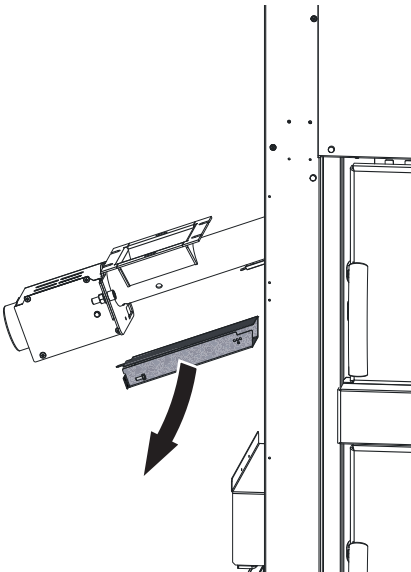

Fig. 34 Montaggio della condotta cavi
- Smontare la condotta cavi dell'unità tubo della coclea valvola rotativa (Fig. 34): sarà rimontato in seguito – vedi punto 12.24.